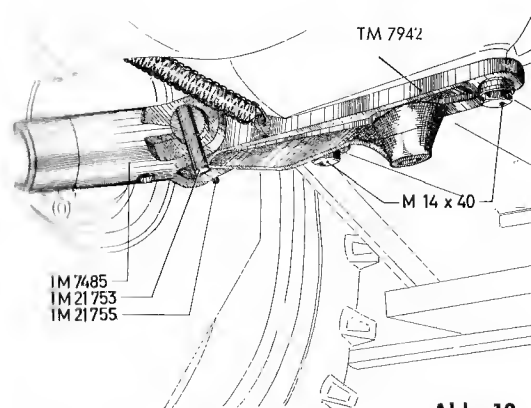
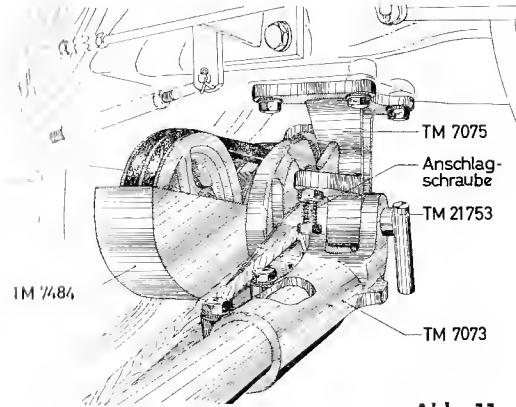
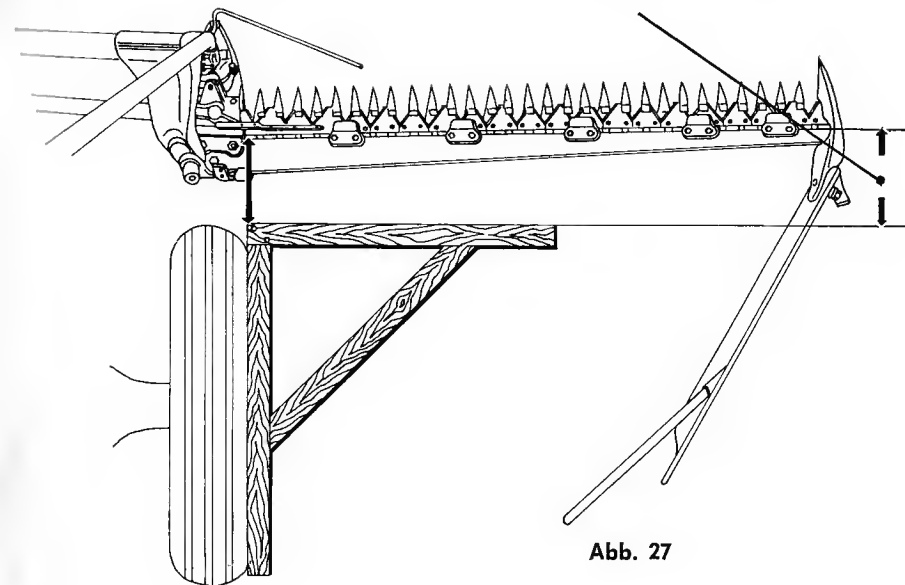

Abb. 10
Abb. 11
Abb. 27
7. Die **kpl. montierte vordere Abstützung** wird am Lagerkopf TM 7073 durch den Lagerbalzen TM 21 753 mit der vorderen Lagerplatte TM 7075 verbunden und durch den Klappsplint TM 21 755 gesichert (Abb. 10).
8. Dann wird das **hintere Tragrohr** am Lagerkopf TM 7485 mit der hinteren Lagerplatte TM 7074 (neu 7942) durch Einstecken des Lagerbalzens TM 21 753 von vorn nach hinten verbunden und durch den Klappsplint TM 21 755 gesichert (Abb. 11). Hierbei ist es zweckmäßig, die beiden Befestigungsschrauben M 14×40 der hinteren Lagerplatte TM 7074 (neu 7942) etwas zu lösen, um die Flucht des Lagerbalzens karrigieren zu können.
Zu diesem Zweck sind zuerst die Sechskantschrauben an dem Lagerkopf TM 7073 des vorderen Tragrohres (Abb. 10) und die Sechskantschrauben am Lagerkopf TM 7485 des hinteren Tragrohres (Abb. 11) zu lösen, so daß eine Längseinstellung der Tragrohre vorgenommen werden kann.
Ist der entsprechende Hub des Mähmessers eingestellt, wird eine gerade lange Stange am Hinterrad des Schleppers parallel entlang geführt und auf dem Boden mit dieser Stange ein Strich gemacht. An diesen Strich wird ein rechter Winkel gelegt und dieser Winkel parallel mit dem Balken verlängert. Der Abstand vom Winkelstrich bis zur Vorderkante der Balkenschiene am Außenschuh muß beim 5' Mähbalken 50 mm größer sein als am Innenschuh (Abb. 27). Es muß dann kontrolliert werden, ob die richtige Hubeinstellung geblieben ist und die vorher gelästen Sechskantschrauben am Lagerkapf TM 7073 (Abb. 10) und am Lagerkapf TM 7485 (Abb. 11) sind wieder fest anzuziehen.